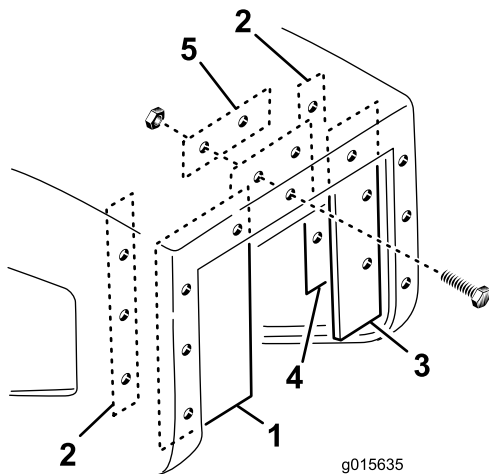

Figura 22
1. Fissate il carter largo al bordo interno sinistro dell'apertura della tramoggia con una piastra lunga, 3 viti (n. 10 x 1 poll.) e 3 dadi flangiati (n. 10) come mostrato in Figura 22.
viti (n. 10 x 1 poll.) e 2 dadi flangiati (n. 10) come mostrato in Figura 22.
2. Fissate il carter stretto al bordo interno destro dell'apertura della tramoggia con una piastra lunga, 3 viti (n. 10 x 1 poll.) e 3 dadi flangiati (n. 10) come mostrato in Figura 22.